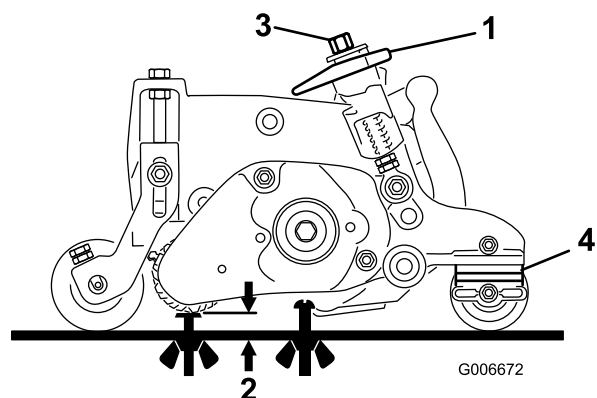

Figure 46
1. Vérifiez que le groomer est réglé à la hauteur de brossage (HDG) voulue (Figure 46).